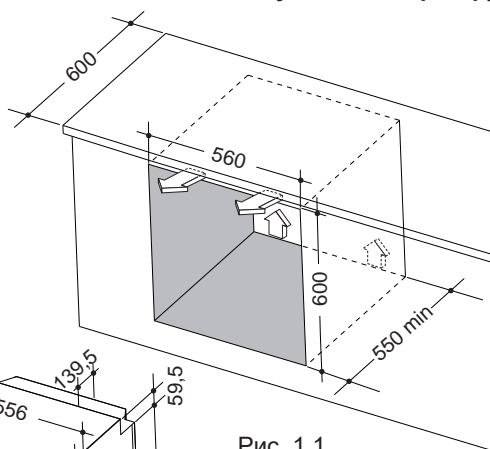

Рис. 1.1
- Для установки необходимо предусмотреть отделение, изображенное на рис.1.1 и 1.2.
Важно, чтобы при установке Вашей духовки учитывалась циркуляция воздуха, как это указано на рис.1.1,1.2, 1.3 и 1.4.